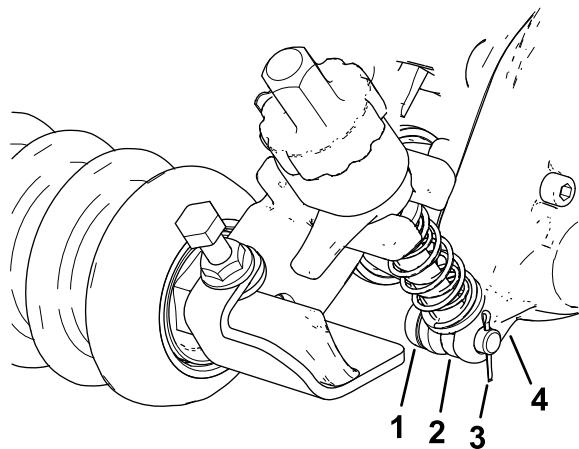
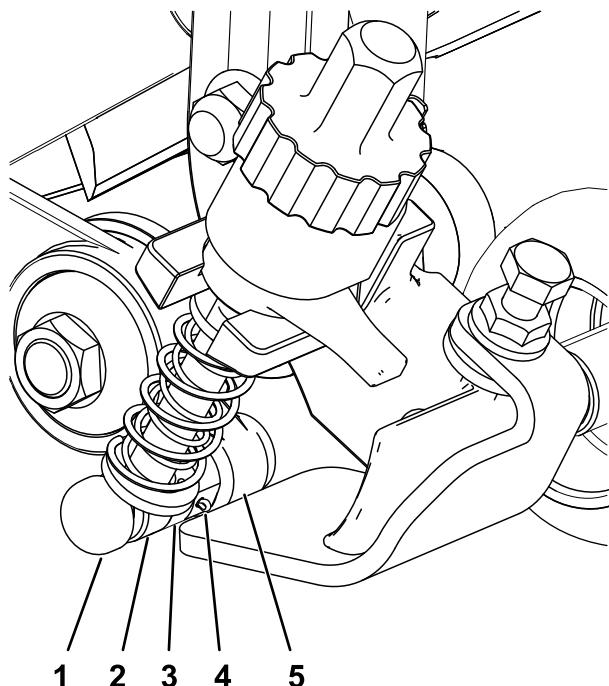

图10
图11
2. 如图10所示，在疏草刀驱动箱上，将剪草高度支架的调整臂杆滑入驱动箱上的间隙，然后用调节销和开口销固定（图11）。
3. 在怠轮总成侧，将剪草高度支架的调整臂杆与怠轮总成上的调节环对准，然后用调节销和开口销固定（图11）。